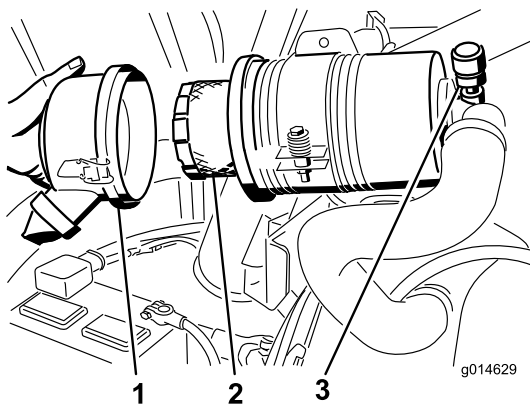

Figure 47
4. Déposez et remplacez le filtre (Figure 47).